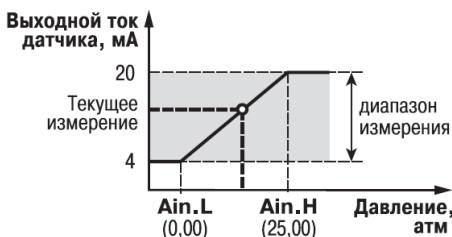

Рисунок 3.4 – Пример задания диапазона измерения активного датчика
**Пример** При использовании датчика с выходным током 4...20 мА, контролирующего давление в диапазоне 0...25 атм., в параметре **Ain.L** задается значение 00,00, а в параметре **Ain.H** – значение 25,00 (см. рисунок 3.4). После этого обработка и отображение показаний будет производиться в атмосферах.